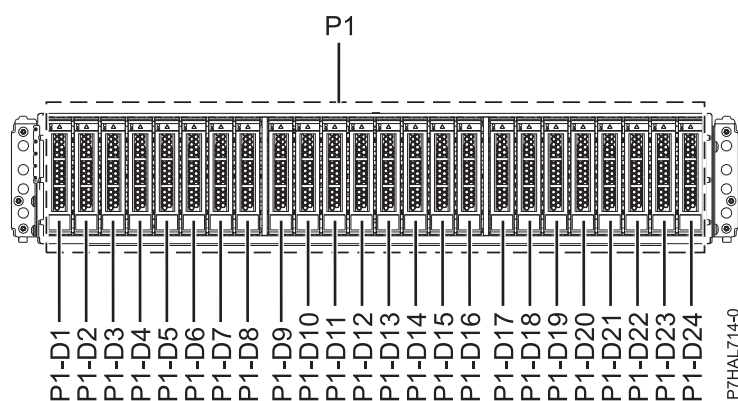
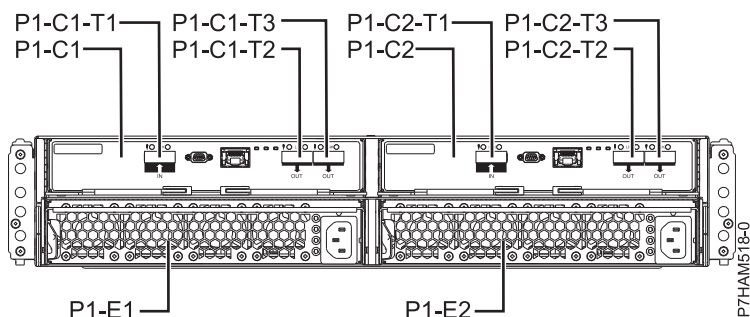

Figura 31. Vista frontal del model allotjament d'unitats de disc 5887 que mostra les ubicacions de les unitats de disc
Figura 32. Vista posterior de l'al·lotjament d'unitats de disc 5887
5. Identifiqueu la peça i l'allotjament amb què voleu treballar. Les ranures de les unitats de disc i SSD es troben a la part frontal de l'allotjament. A la Figura 31 i a la Figura 32 a la pàgina 34 es mostra la vista frontal i la pista posterior de l'allotjament i les ubicacions de la unitat de disc a l'allotjament.